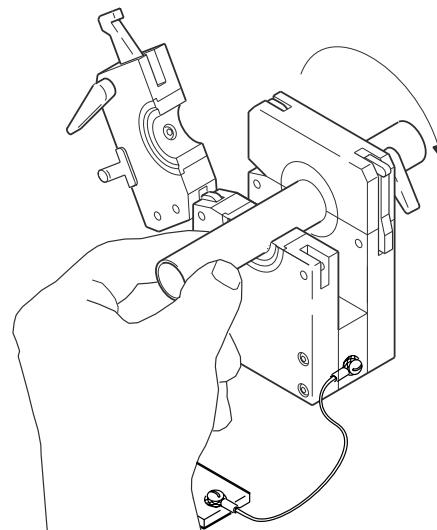

図 18：チューブをセットする
5. 調節ができない方のサイド・プレートを閉じて固定します。図 18 をご参照ください。